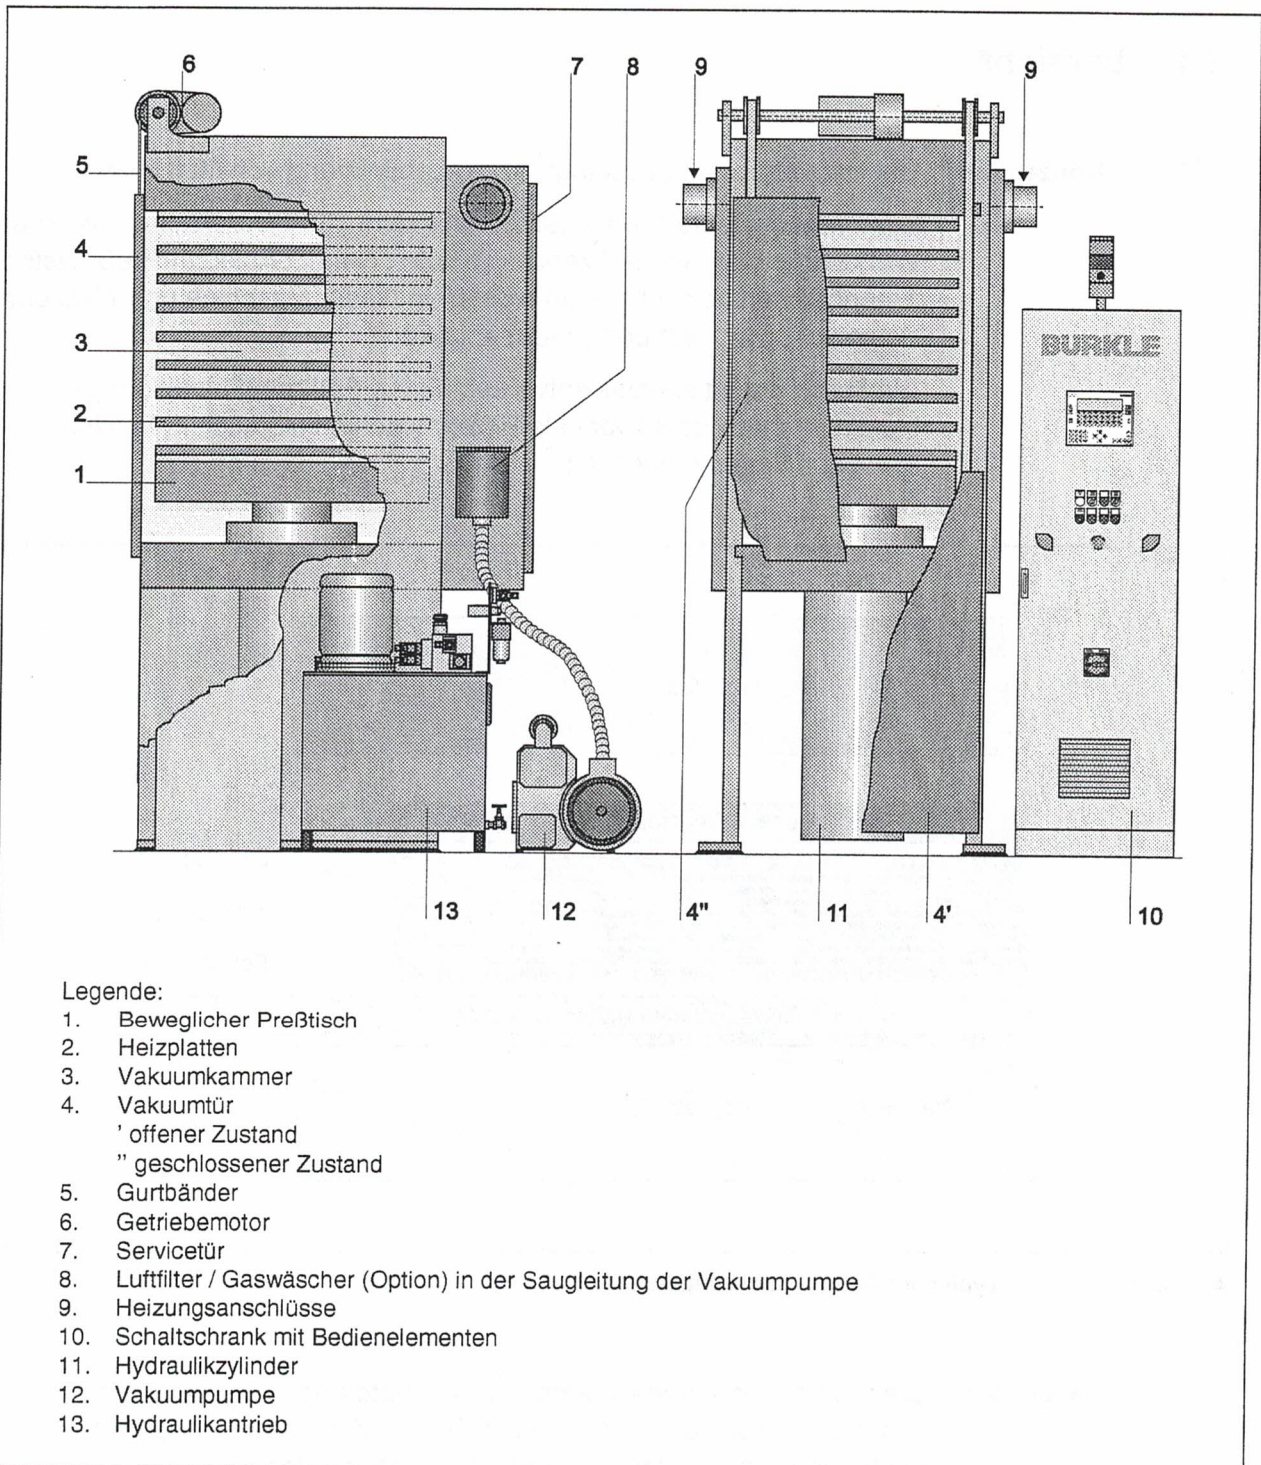

Abbildung 1-2 Aufbau der Maschine
- Vakuunkammer** Die Vakuunkammer (luftdichter Preßraum, 3, Abbildung 1-2) ist an der Pressenvorderseite mit einer verfahrbaren Vakuurtür (4) sowie einer vakuumdicht verschlossenen Servicetür (7) an der Pressenrückseite versehen. Temperaturbeständige Silikondichtungen gewährleisten eine optimale Vakuumdichtung.
- Auf der Presse ist ein Getriebemotor angebracht der über zwei Gurtbänder die Vakuurtür (4) öffnet und schließt. Zum Schutz der Vakuumdichtung wird die Vakuurtür mit Abstand zur Dichtfläche bewegt. Erst am Ende des Schließweges wird die Vakuurtür an die Dichtfläche des Pressengestells gedrückt.
- Vakuumpumpe** Die Vakuumpumpe (12) saugt vor dem Preßprozeß die Luft aus der Vakuunkammer (Evakuierprozeß).
- Hydraulikantrieb** Der Hydraulikantrieb (13) erzeugt den notwendigen Hydraulikdruck mit einer Druckgenauigkeit von +/- 1 bar. Nach Erreichen des vorgewählten Solldruckes schaltet die Pumpe ab. Der Steuerblock mit hermetisch dichten Sitzventilen gewährleistet optimale Druckhaltung ohne Zuschaltung der Pumpe. Die Hydrauliksteuerung ist so ausgeführt, daß im stromlosen Zustand der aktuelle Druck im Hydrauliksystem gehalten wird.
- Prismenführung** Reibungsarme, verschleißfeste Prismen führen den beweglichen Preßtisch (1) und die Heizplatten (2). Die spezielle Geometrie der Prismenführung gewährleistet konstante Führungsverhältnisse unabhängig von der Betriebstemperatur.
- Heizplatten** Die Heizplatten (2) sind als massive Stahlplatten mit geschliffenen Preßflächen ausgeführt. In die Stahlplatten sind Heizkanäle gebohrt, durch die über Sammelrohre und Metallschläuche Thermoöl gepumpt wird. Die Anordnung der Heizkanäle gewährleisten eine gleichmäßige Temperaturverteilung in der Heizplatte.